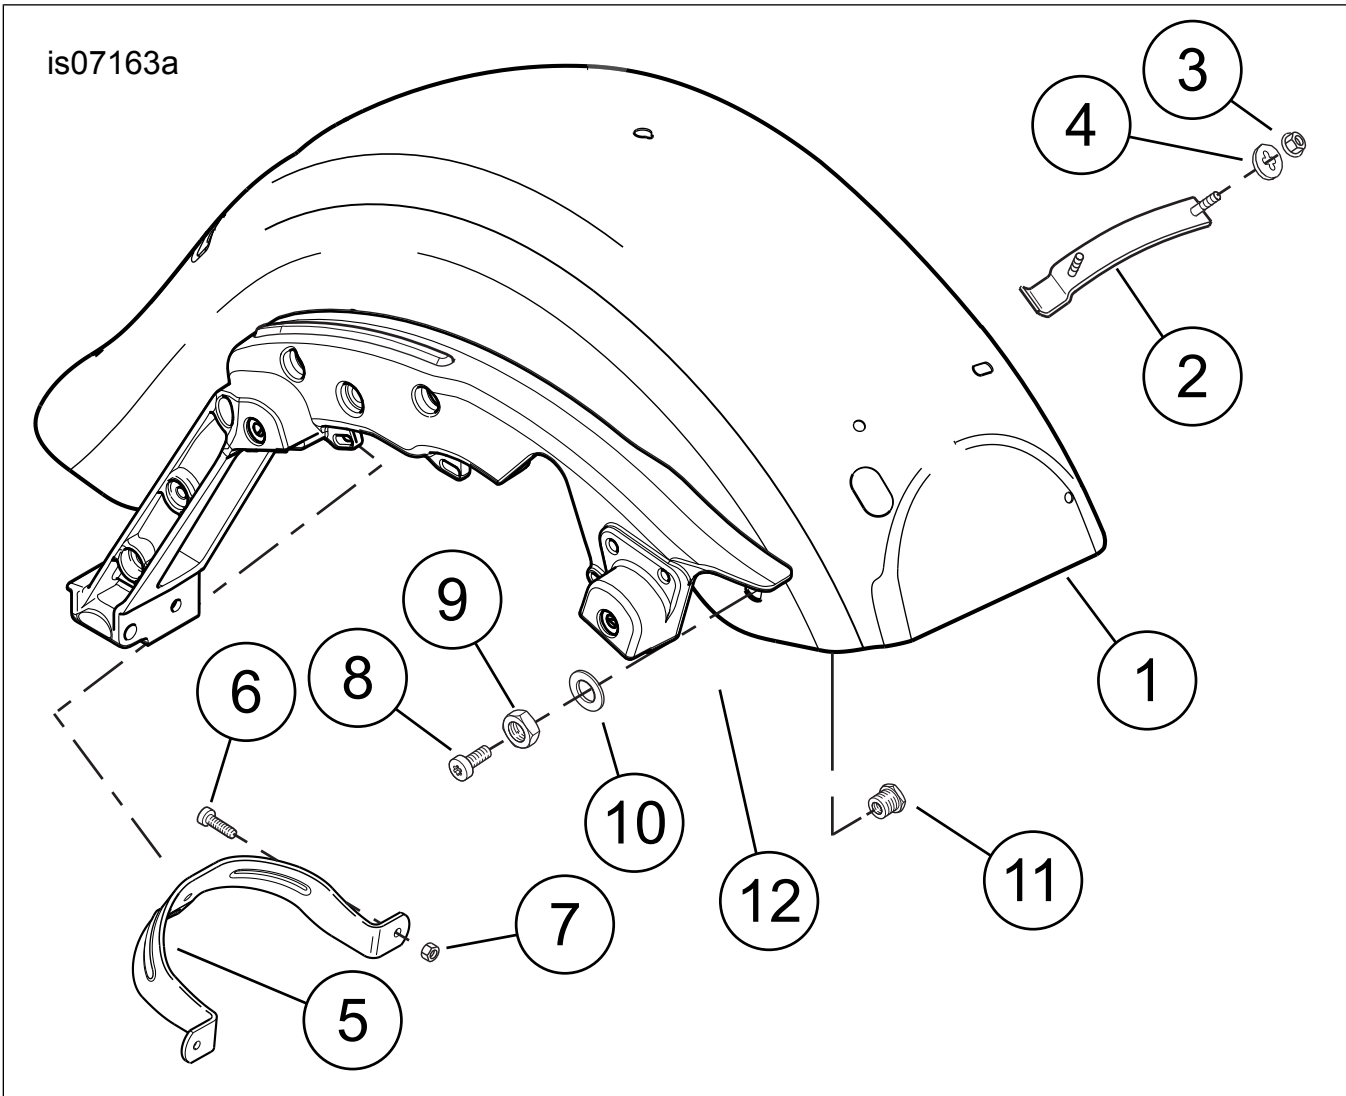

Abbildung 3. Stromlaufplan, Audiokabelbaum 69200321
3. Falls gegenwärtig am Buchsengehäuse des 6-poligen Fahrzeug-Steckverbinders [6B] und der 35-poligen Steckerbuchse [28A] auf der Rückseite des Radios ein Kabelbaum angeschlossen ist, diesen Kabelbaum aus dem Fahrzeug ausbauen. Siehe Abbildung 3 und Tabelle 1 Tabelle 1, Teil 1. Das 6-polige Audiokabelbaum-Pingehäuse [6A] (mit Beschriftung „CONNECTOR 6“) aus dem **neuen** Audiokabelbaum mit dem Buchsengehäuse des Fahrzeug-Steckverbinders [6B] verbinden.
- 10,2 cm (4 in) lang, mit Beschriftung „AMP (149)“, mit 16-poligem Molex Buchsengehäuse [149B] (Teil 8) für vorderen Verstärker.
4. Siehe Abbildung 3 und Tabelle 1 Tabelle 1. Den 2-poligen Steckverbinder [35FB] (2) am linken Verkleidungslautsprecher anschließen. Den 2-poligen Steckverbinder [35TB] (4) am linken Hochtonlautsprecher anschließen.
5. Das 16-polige Molex Buchsengehäuse [149B] (8) am vorderen Verstärker anschließen.